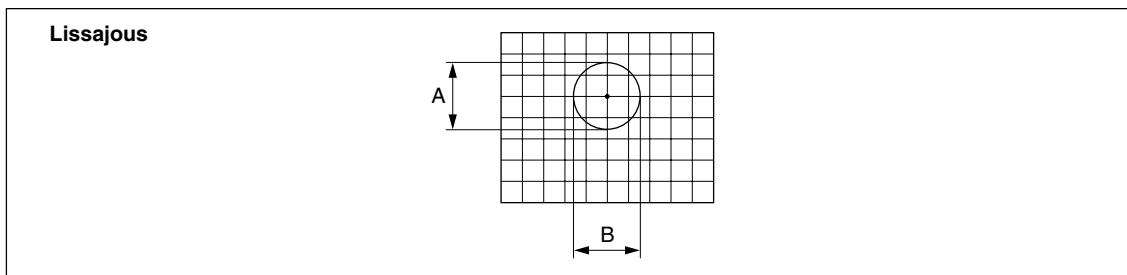

Abb. 3-16
**5** Verschieben Sie den Maßstab und vergewissern Sie sich, dass die Amplituden A und B (siehe Abb. 3-16) der Lissajousfigur über die gesamte Maßstabslänge innerhalb des Bereichs der angegebenen Werte liegen.